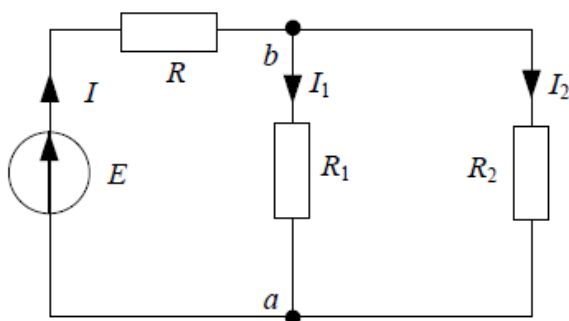

Рис. 7
1.5 В схеме рис. 7 дано $P_2 = 72 \text{ Вт}$, $R = 1,4 \text{ Ом}$, $R_1 = 8 \text{ Ом}$, $R_2 = 2 \text{ Ом}$.